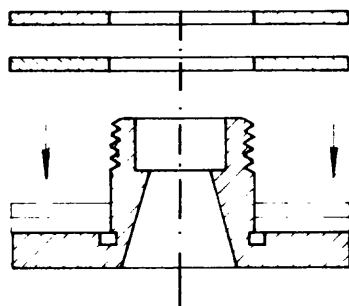

Fig. 2
- a Coloque las arandelas espaciadoras si es necesario (fig. 2).